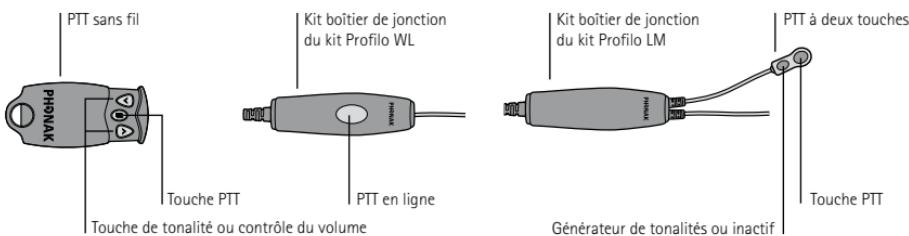

Figure 8
- ▶ Appuyez sur la touche PTT en ligne, la PTT à deux touches ou utilisez la fonction PTT de la PTT sans fil accouplé au boîtier de jonction pour activer le microphone (figure 8).